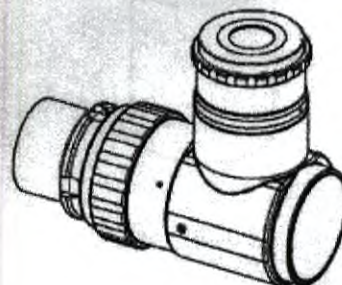

Рис. 22
10.3 Адаптер для Sony Handy cam (рис. 22)